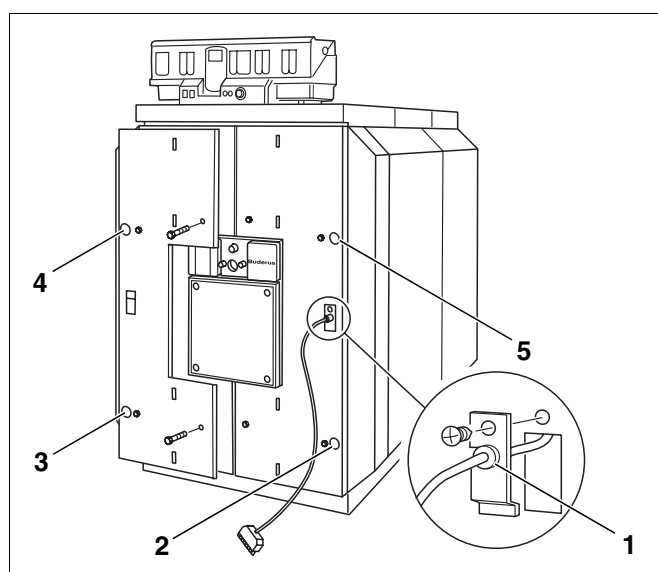

Fig. 56 Montering af brænderdørens beklædning
- Sæt brænderkablet med trækafastning ind i kabelgennemføringen, så det sidder fast (Fig. 56, **pos. 1**).
- Sæt brænderdørens beklædning på brænderdøren forfra, og skru den fast med fire maskinskruer (Fig. 56, **pos. 2 – 5**).